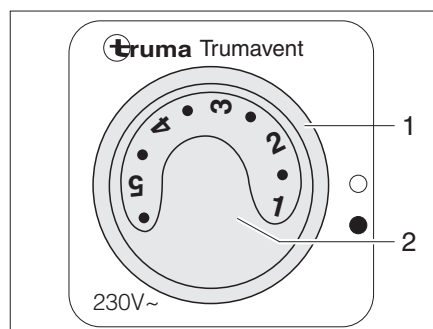

Fig. 108 Commutateur de commande du ventilateur à air pulsé (230 V)
- Mettre l'interrupteur tournant (Fig. 108,1) sur "●".
- Régler la puissance désirée du ventilateur à air pulsé à l'aide du bouton de commande (Fig. 108,2).
- Mettre l'interrupteur tournant (Fig. 108,1) sur "O".